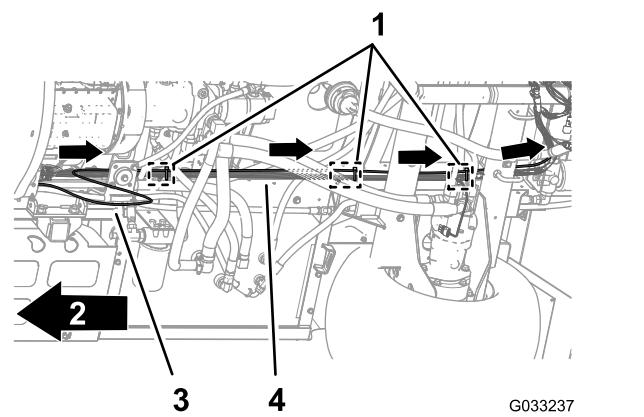

图111
1. 沿着机器后线束连接仪表板仪表的压力传感管 图111。
2. 用 3 个扎带将压力传感管固定到后线束底盘锚定点 3 个推进式紧固件旁边的后线束上 图111。